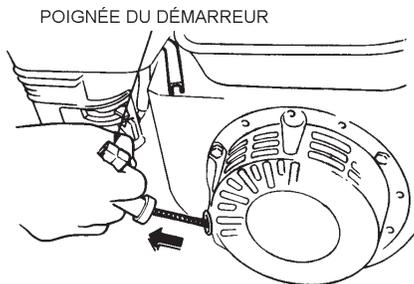

Figure 12. Poignée du lanceur
- Saisir la poignée du lanceur (figure 12) et tirer doucement jusqu'à sentir une forte résistance, qui correspond au point de compression. Tirer alors fermement et sans à-coups pour démarrer le moteur.